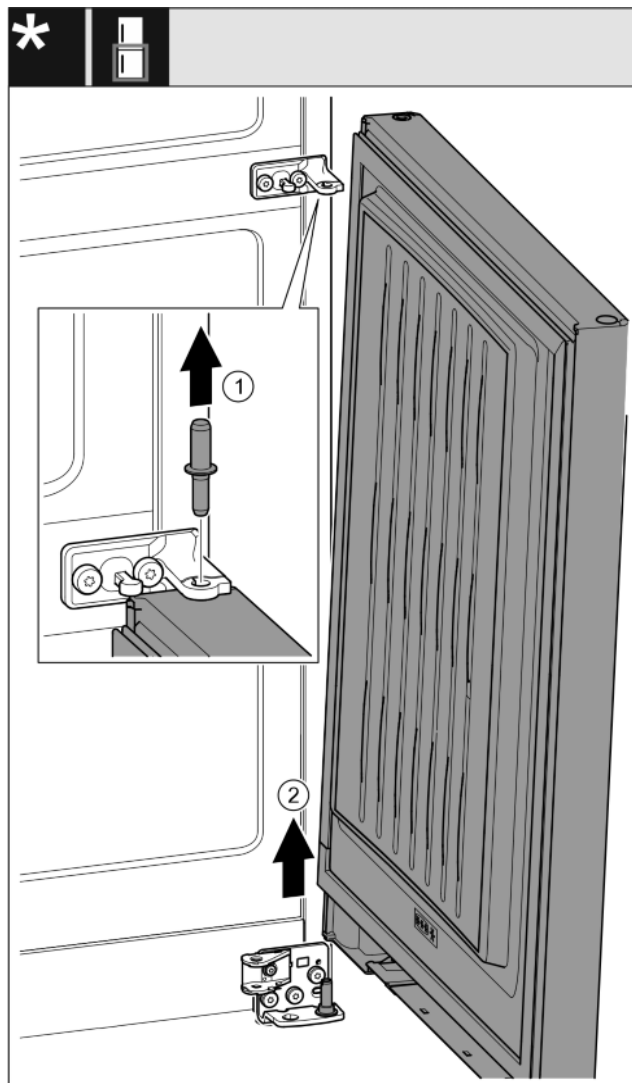

Fig. 19*
- ▶ Sornike izvlecite v smeri navzgor.* *Fig. 19 (1)*
- ▶ Vrata obrnite navzven, jih povlecite navzgor in postavite v stran.* *Fig. 19 (2)*